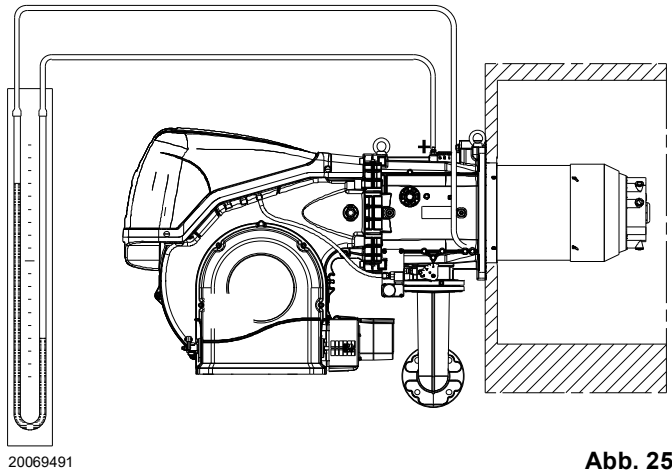

Abb. 25
- Montieren Sie ein U-Rohr-Manometer oder einen Differentialdruckmesser (Abb. 25), mit Entnahmestelle (+) am Gasdruck der Muffe und (-) in der Brennkammer. Damit soll annäherungsweise die Höchstleistung des Brenners mithilfe der Tab. L ermittelt werden.